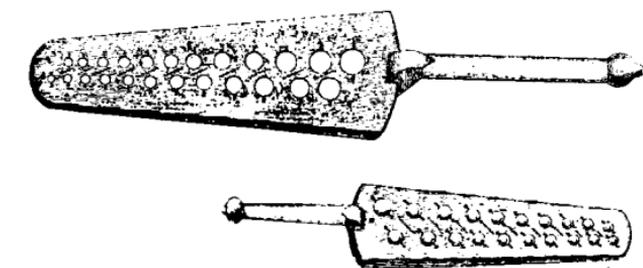

Рис. 70. Винтовальная дощечка.
*Винтовальная дощечка* (рис. 70) употребляется для нарѣзанія очень